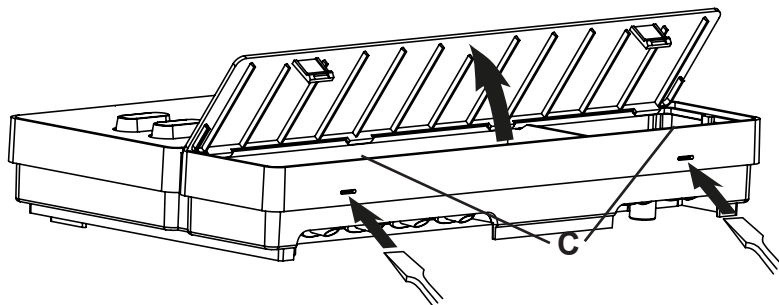

Fig.3 Rimozione del coperchio dell'alloggiamento
2. Utilizzando un cacciavite, premere leggermente le chiusure a scatto **C** e rimuovere il coperchio dell'alloggiamento (vedi **Fig.3**).